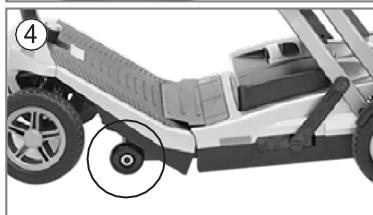

Figura 19
**Come chiudere lo scooter (Figura 19):**